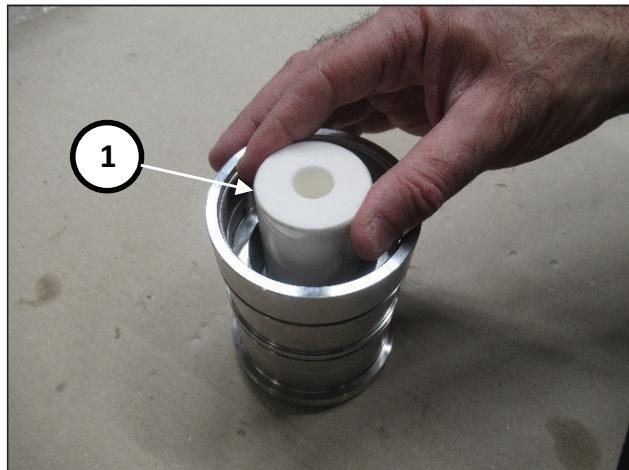

图 175
垂直把缸套放置在一个平面上，插入活塞（位置①，图 175），请注意正确方向（大孔朝上）。